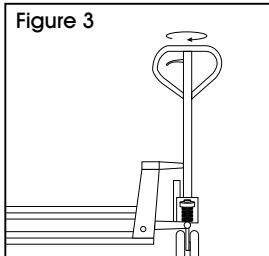

Figure 3
2. Tournez la poignée à 90°. (Voir Figure 3)